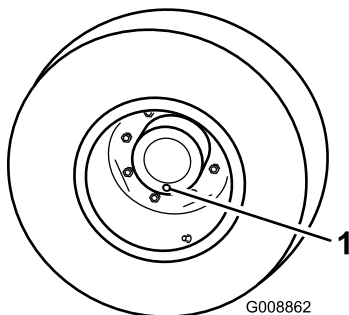

Figura 66
1. Con la máquina en una superficie nivelada, coloque una rueda de manera que uno de los tapones de verificación esté en la posición más baja (posición de las 6) (Figura 66).